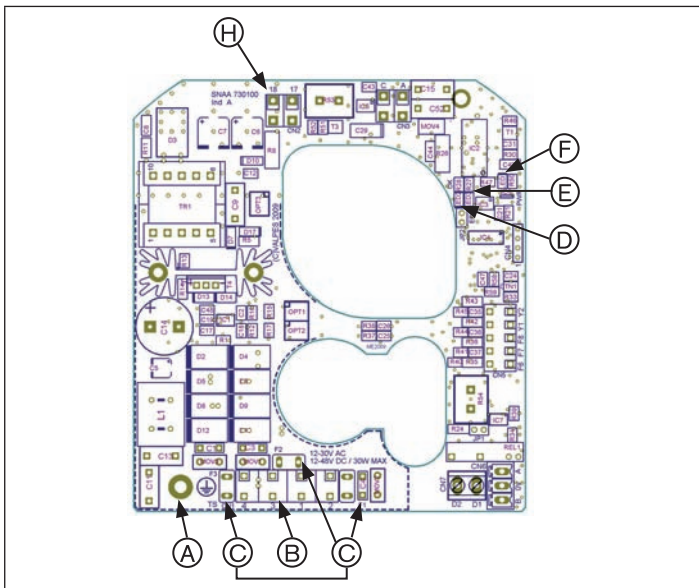
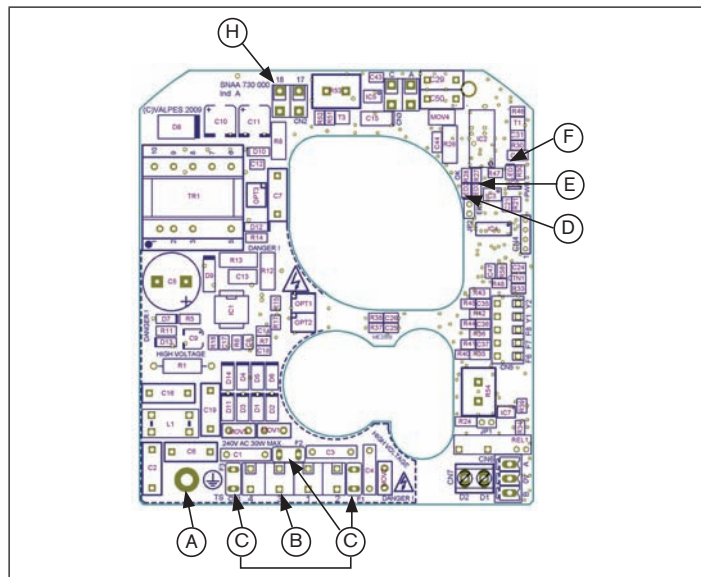
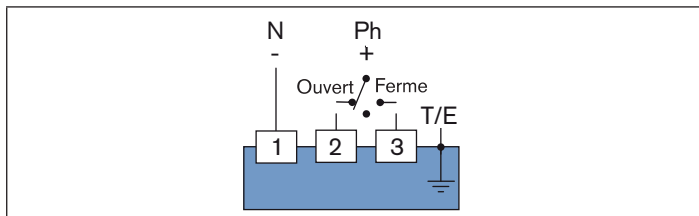
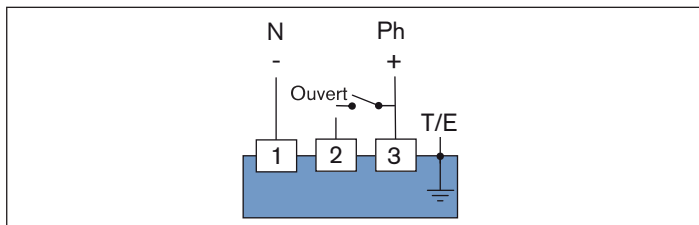

Fig. 12 : Alimentation en courant: carte 15-30 V 50/60 Hz (12-48 V DC)
Fig. 13 : Alimentation en courant: carte 100-240 V 50/60 Hz
Fig. 14 : Mode trois points modulants
Fig. 15 : Mode ouvert / fermé (Tenir compte de la variante à courant de secours dans les instructions de service)
→ Pour ce faire, desserrez la vis de terre et fixez l'oeillet du câble de mise à la terre sur cette vis (voir « Fig. 12 » et « Fig. 13 »).
- Raccordez le câble selon le type de commande souhaité (« Fig. 14 » et « Fig. 15 ») au bornier pos. B de la carte d'alimentation en tension (« Fig. 12 » et « Fig. 13 »).
### Mode de fonctionnement pour le mode ouverture/fermeture (« Fig. 15 »)